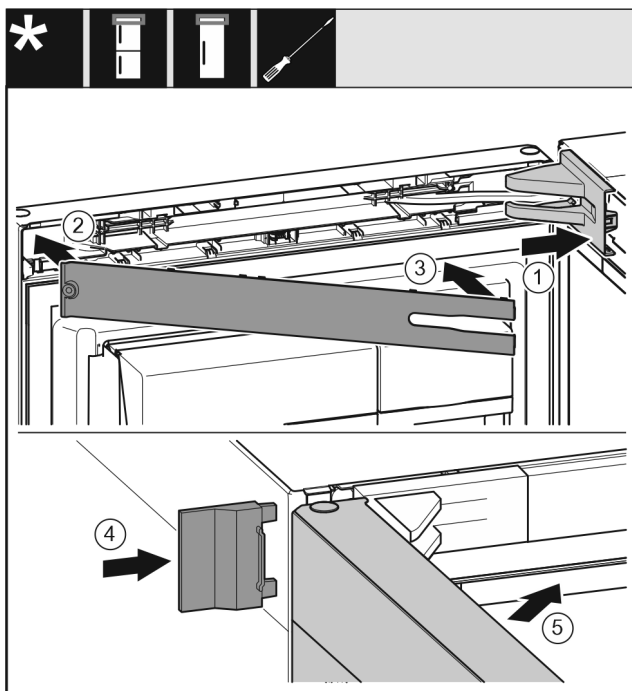

Fig. 44
- Mettre en place le cache du support de palier Fig. 44 (1) et l'enclencher. Au besoin, l'écarter avec précaution.
- Poser le cache Fig. 44 (2).
- Faire pivoter le cache Fig. 44 (3) et l'enclencher.
- Insérer le cache extérieur Fig. 44 (4).
- Fermer la porte supérieure Fig. 44 (5).